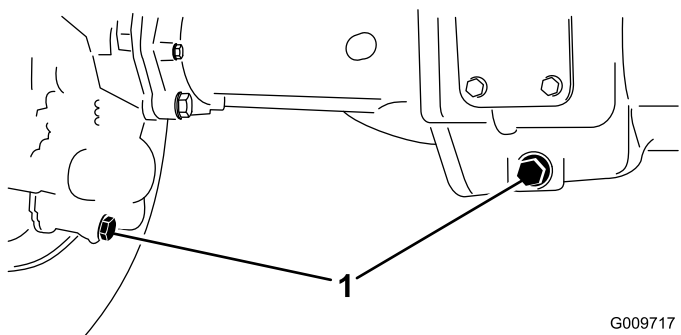

Рисунок 112
2. Очистите область вокруг трех сливных пробок, по одной на каждом конце и одной в центре (Рисунок 112).